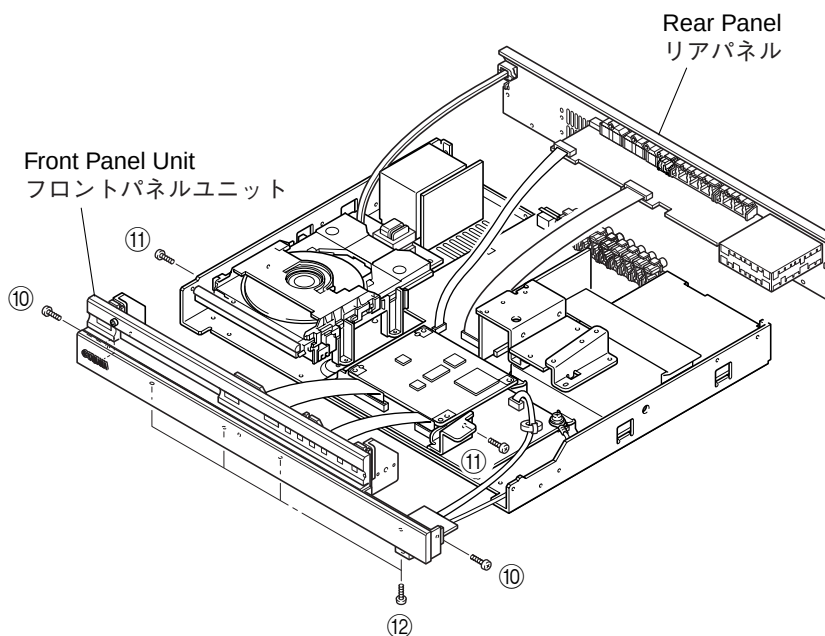

Fig. 6
- Remove the Rear Panel. (Fig. 6)
- Remove 2 screws (⑩) and 2 screws (⑪). (Fig. 6)
- Remove 4 screws (⑫) and then remove the Front Panel Unit. (Fig. 6)
- リアパネルを取り外します。(Fig. 6)
- ⑩のネジ2本、⑪のネジ2本を外します。(Fig. 6)
- ⑫のネジ4本を外し、フロントパネルユニットを取り外します。(Fig. 6)